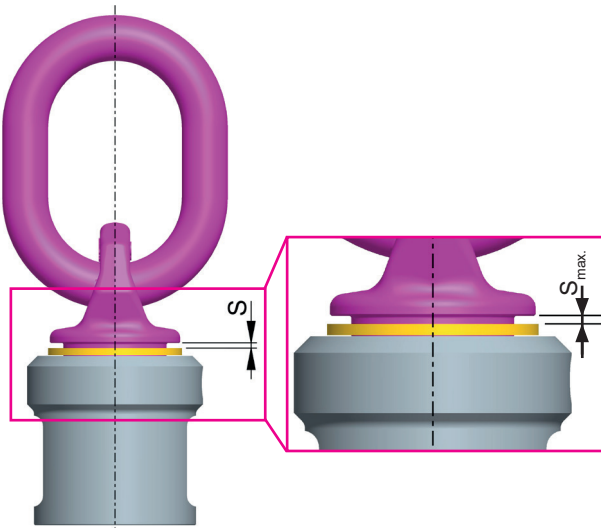

Abb. 7: Abstand $S_{\max.}$ zwischen Ober- und Unterteil
- Das Maximalspiel S zwischen Ober- und Unterteil darf nicht überschritten werden (Abb. 7):